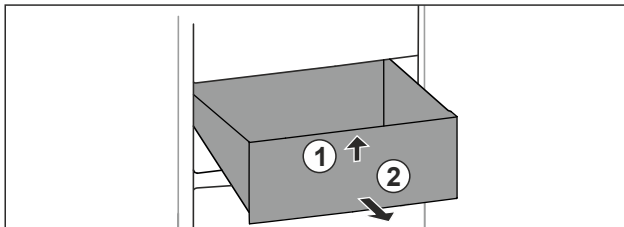

Fig. 56
- ▶ Nadvihnite zásuvku vpredu. Fig. 56 (1)
- ▶ Odoberte zásuvku dopredu. Fig. 56 (2)